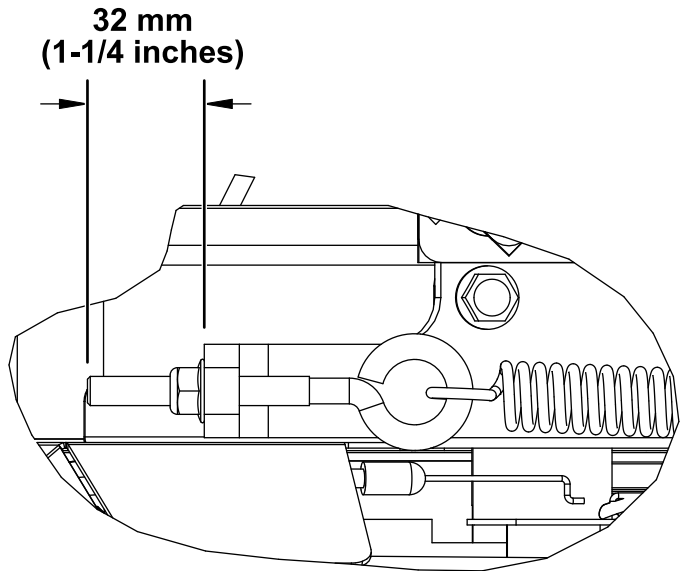

**Figura 92**
5. Con el brazo tensor alejado del sistema de poleas, enrute la correa nueva, empezando en la polea del motor hidráulico, luego alrededor de la polea del motor y la polea tensora (Figura 92).